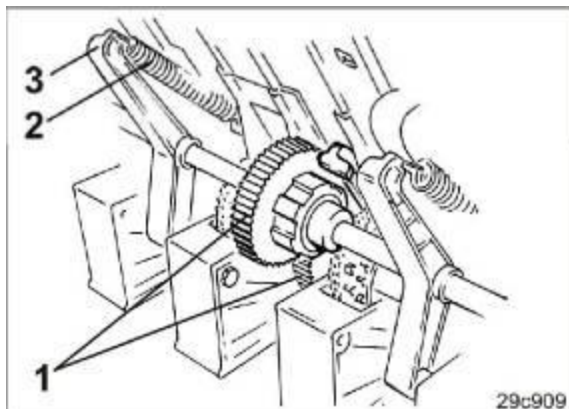

Рис.109
15. Приведите в зацепление зубья (Рис. 109/1) пружинной петли кольца сцепления и зубчатого колеса высевного вала.
16. Навесьте натяжные пружины (Рис. 109/2) на поворотные подшипники (Рис. 109/3).